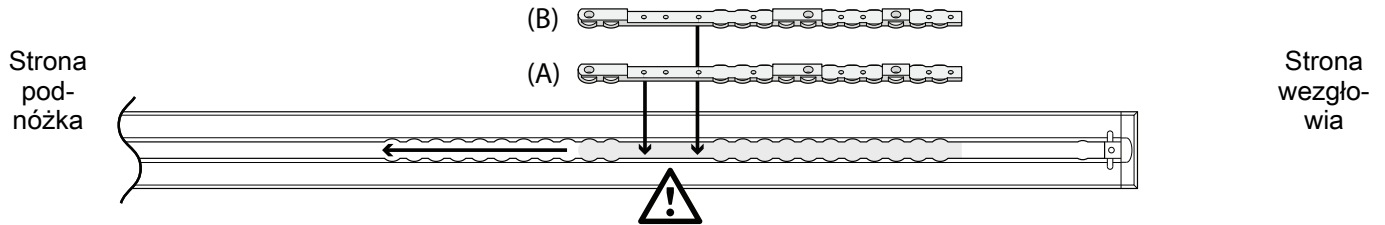

Rysunek 4 – Odstęp progu do noszy (A)
1. Wybrać odstęp od progu do noszy (A) (Rysunek 4).